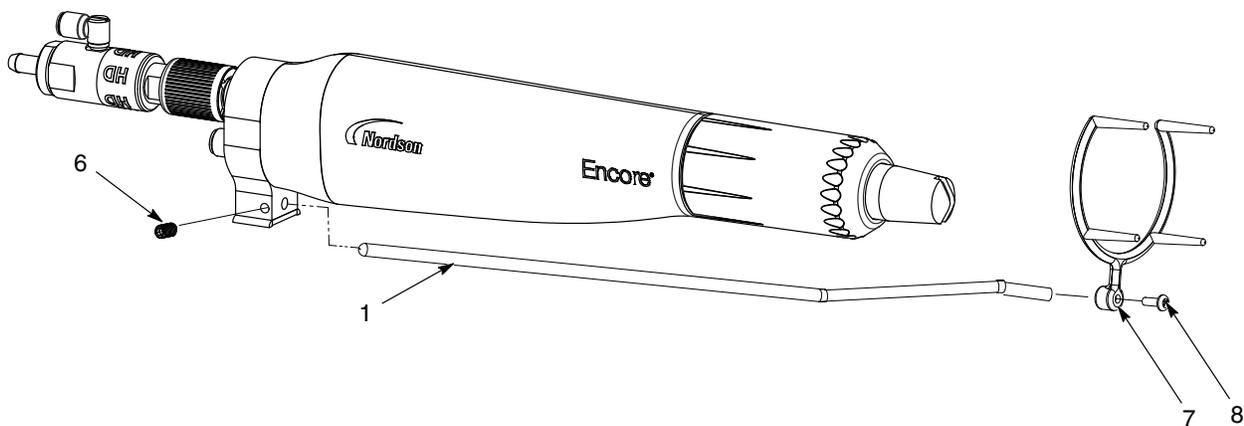

Figura 3-4 Instalação do coletor de iões - pistola com barra de suporte
1. Consulte a figura 3-4. Insira a vara do coletor (1) na placa de ligação à terra e fixe-a com o parafuso de fixação M5 x 8 (6) incluído no kit de coletor de iões.
2. Ligue a ponta de pontos múltiplos (7) à vara do colector usando o parafuso M3 x 8 (8).